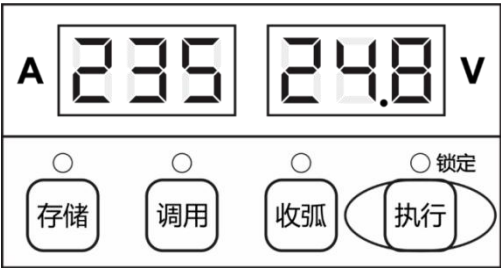

图 3-15 非锁定界面
2. 长按**执行**键，锁定指示灯熄灭，退出普通锁定，恢复到非锁定状态，如图 3-15 所示。